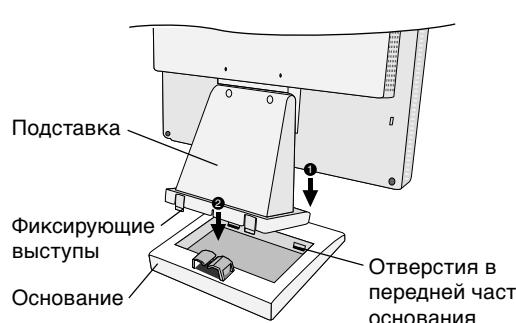

Рисунок S.1
1. Вставьте переднюю часть подставки ЖКД в отверстия в передней части основания (**Рисунок S.1**).
2. Затем совместите фиксирующие выступы на задней стороне подставки ЖКД с отверстиями на основании. Опустите подставку на место до закрепления фиксирующих выступов (**Рисунок S.1**).